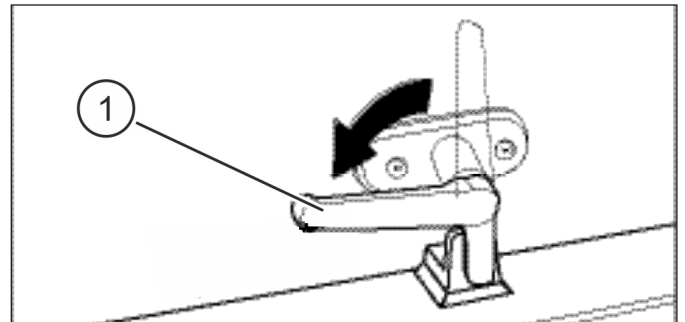

ABB. 9
ABB. 9: Ziehen Sie die Scheibe zum Schließen mit dem Griff in unverriegelter Position nach innen, bis sie sicher verriegelt werden kann. Drehen Sie den Griff dann um 90 Grad gegen den Uhrzeigersinn (1), um die Frontscheibe zu verriegeln.